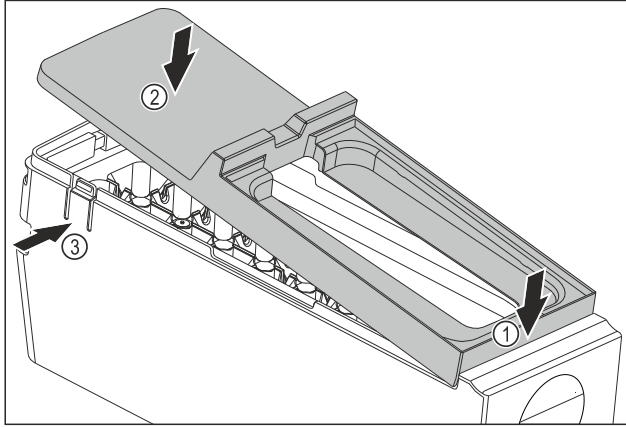

Fig. 120
- ▶ EasyTwist-Ice-rungon kannen asennus: Aseta kansi eteen. Fig. 120 (1)
- ▶ Laske kansi taakse. Fig. 120 (2)
- ▷ Kansi lukittuu kuuluvasti molempiin kielekkeisiin Fig. 120 (3).